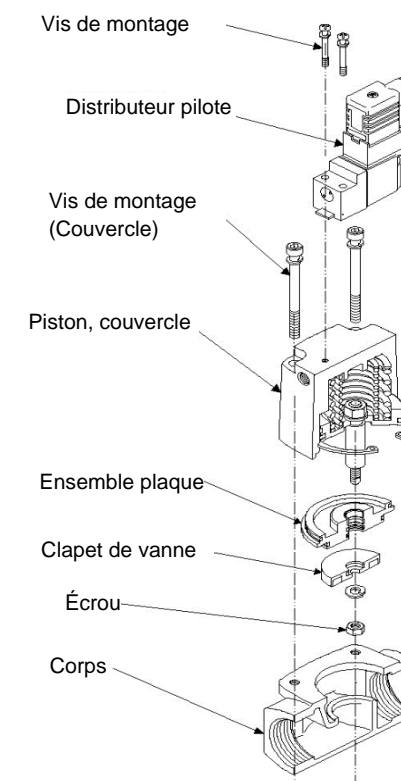

Figure 9
6.6.1 Remplacement de l'ensemble plaque et du clapet de vanne (voir Figure 9)
6.6.2 Remplacement du distributeur pilote (voir Figure 9)